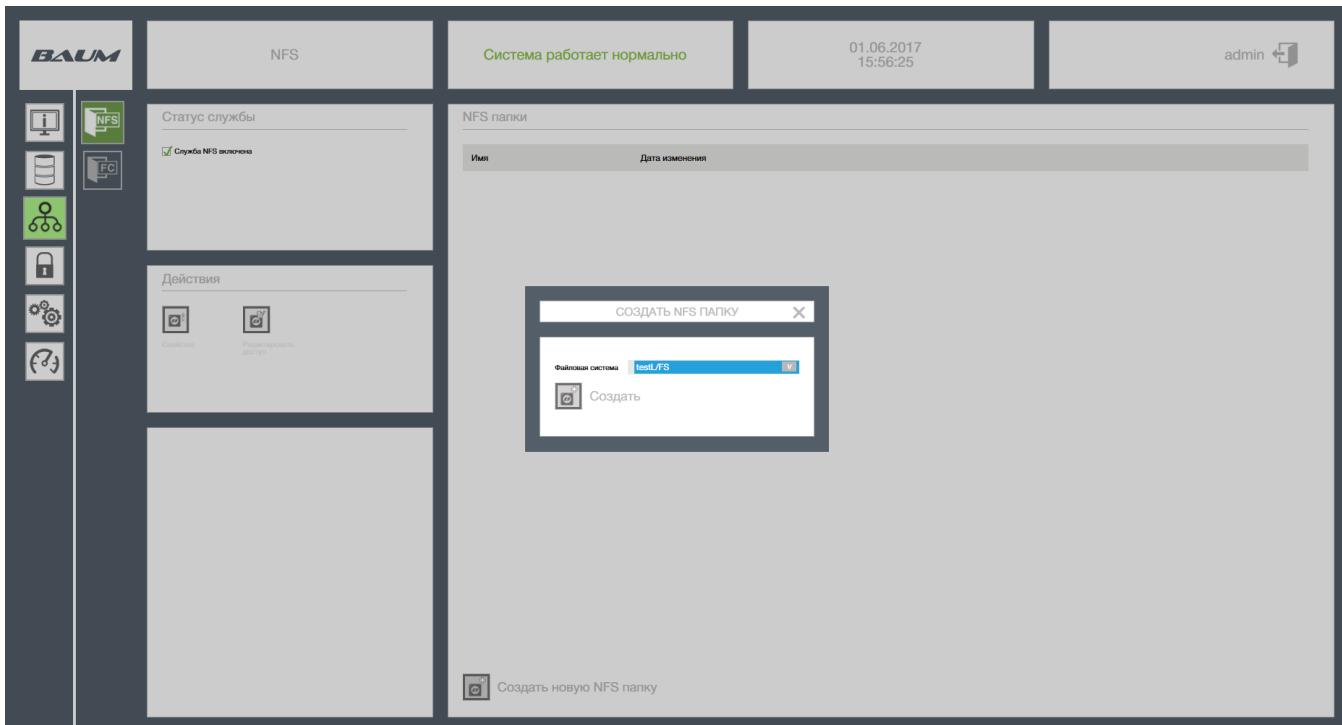

Рисунок 47 – Создание NFS папки
- 6) Перейти во вкладку «Протоколы» → «NFS» (см. Рисунок 47).